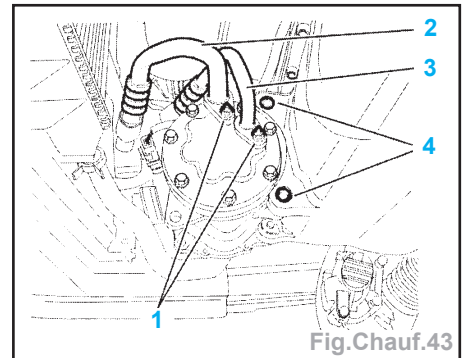

Fig.Chauf.43
- (A) Trou de pigeage
- (B) Repère de contrôle d'allongement de courroie (fixe sur moteur)
- (C) Repère d'allongement nul
- (D) Repère d'allongement maxi
- Ce système de repérage permet le contrôle d'allongement de la courroie ; la coïncidence des repères (D) et (B) implique son remplacement (Serrage de la vis (1) à 4,5 daN.m).
- Déposer les écrous (1) (Fig.Chauf.43).